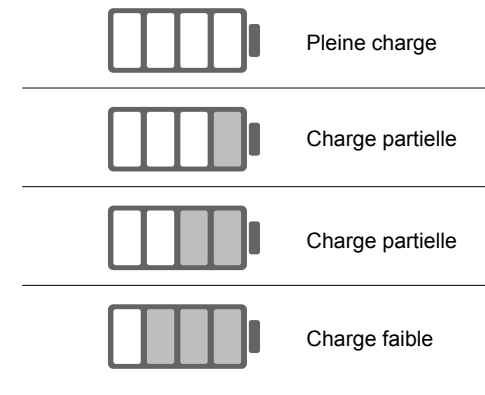

Figure 6 : symboles d'état de la batterie
4. Le symbole de charge (un éclair blanc) et le symbole d'état de la batterie se mettent à clignoter dans le coin de l'écran. Le symbole en forme d'éclair vous indique que l'EXOGEN est en charge. Chargez l'EXOGEN jusqu'à ce que le symbole de charge de la batterie indique une pleine charge. (Figure 6)
Lorsque vous utilisez l'EXOGEN, le symbole change pour indiquer la réduction du niveau de la batterie. Voir la Figure 6.